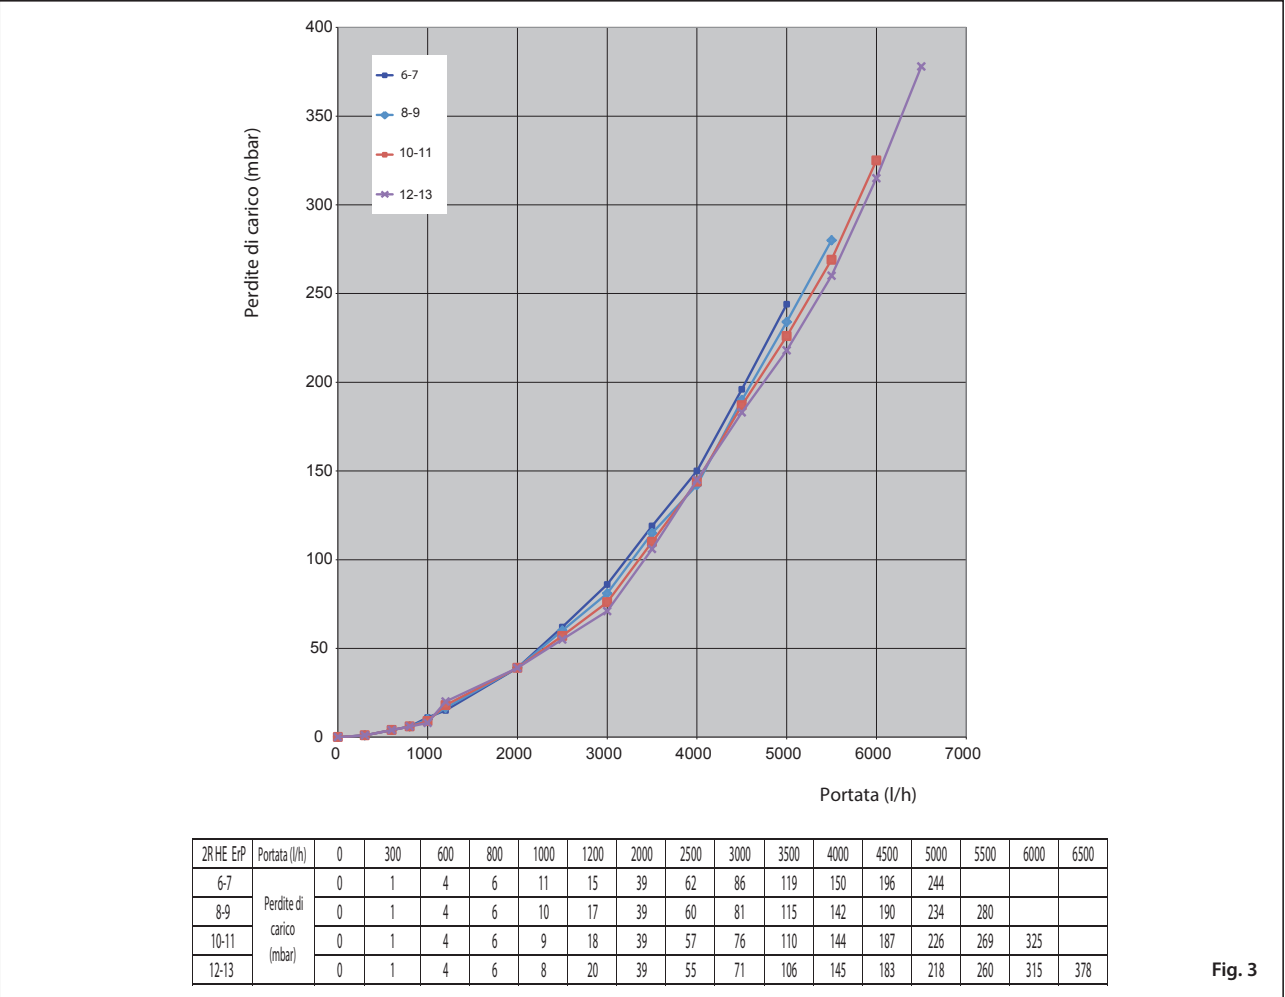

Fig. 3
1.4 PIERDERI DE SARCINA ALE CAZANULUI PE CIRCUITUL DE APA (fig. 3)